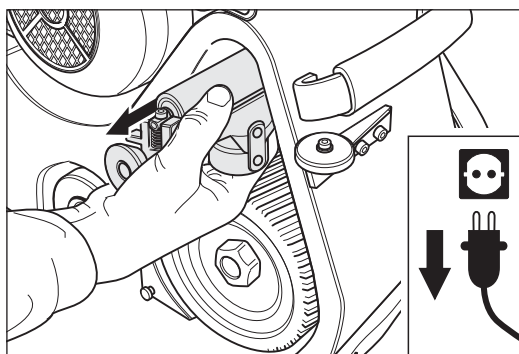

Abb. 63 Das Aggregat vorsichtig aus dem Maschinengehäuse nehmen.
- 9 Nehmen Sie das Aggregat vorsichtig aus dem Maschinengehäuse (Abb. 63) und reinigen Sie es. **Verwenden Sie niemals Reiniger, die Lösungsmittel enthalten!**